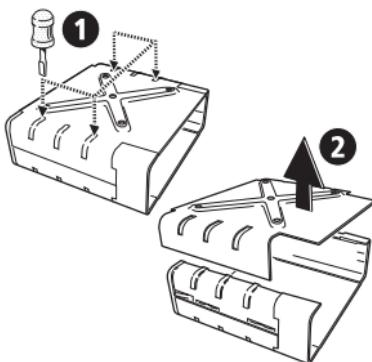

Figura 3: Desmontaje de la Armadura de Soporte del T2000//I
- 2 Coloque el soporte sobre una superficie firme y presione una de los bordes centrales de plástico, con un destornillador como se muestra en la figura 3. De esta manera se desprenderá el plástico del mismo costado. Hago lo mismo del otro lado.